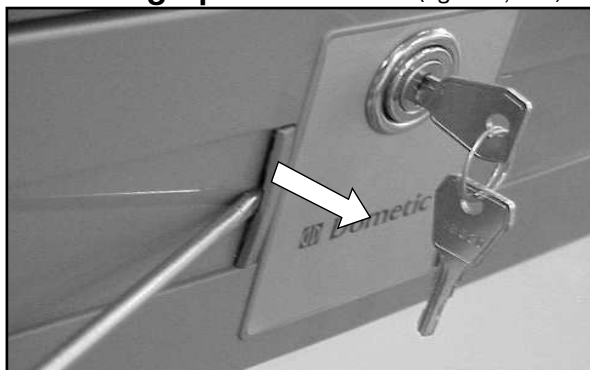

Figure 12.
11.1. Fitting up the handle (fig. 12., 13.)